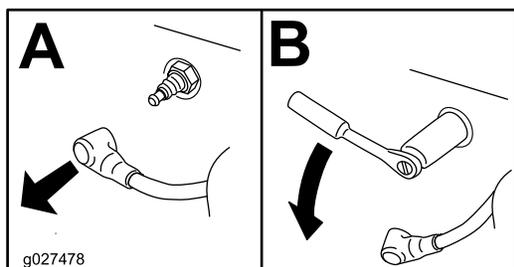

Рисунок 26
4. Снимите свечу (свечи), как показано на Рисунок 26.